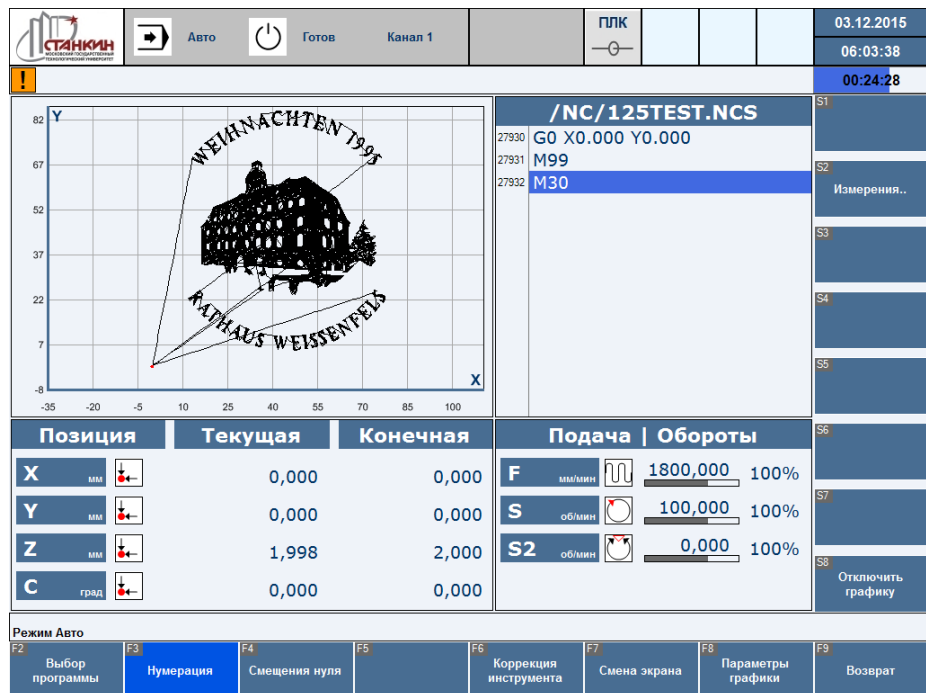
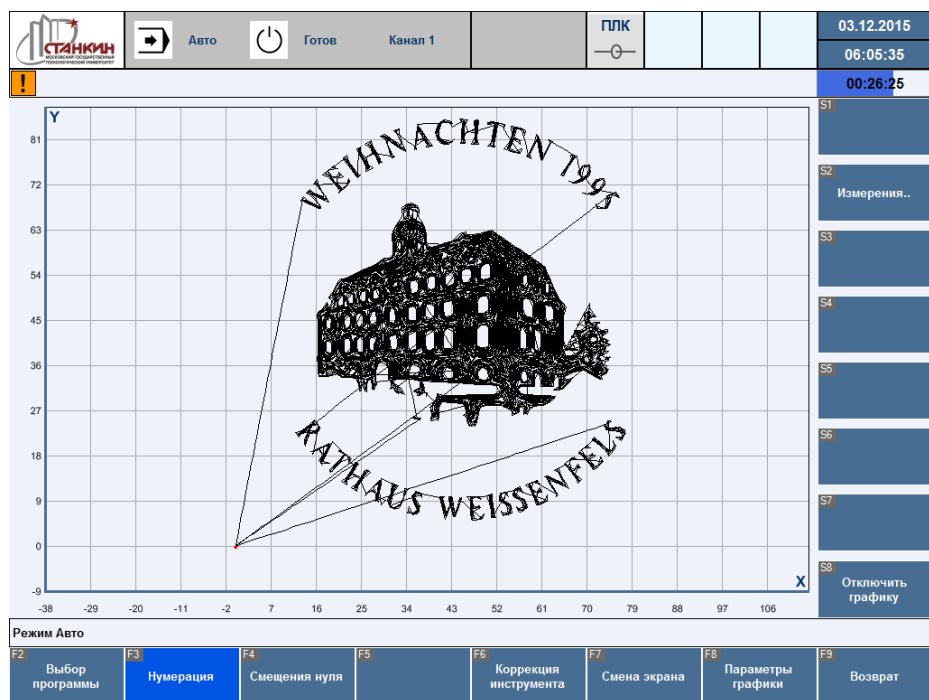

Рисунок 28 – Графическое отображение траектории инструмента
Рисунок 29 – Полноэкранное графическое отображение траектории инструмента
- Графика (графическое отображение траектории инструмента, Рисунок 28, см. также раздел 3.4.3):
- Полноэкранная графика (графическое отображение траектории инструмента, Рисунок 29, см. также раздел 3.4.3):
В режимах «Автоматический» (а также «Ручной ввод» и «Ручной (Jog)») существует возможность графического отображения траектории инструмента (Рисунок 28), в том числе и полноэкранный (Рисунок 29).